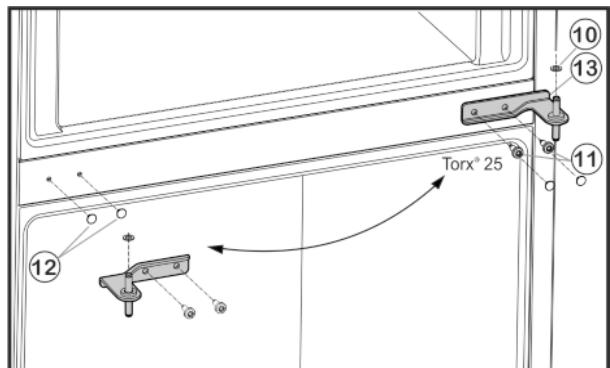

Fig. 5
- Аккуратно снимите крышки Fig. 5 (12) и вставьте их на противоположной стороне.